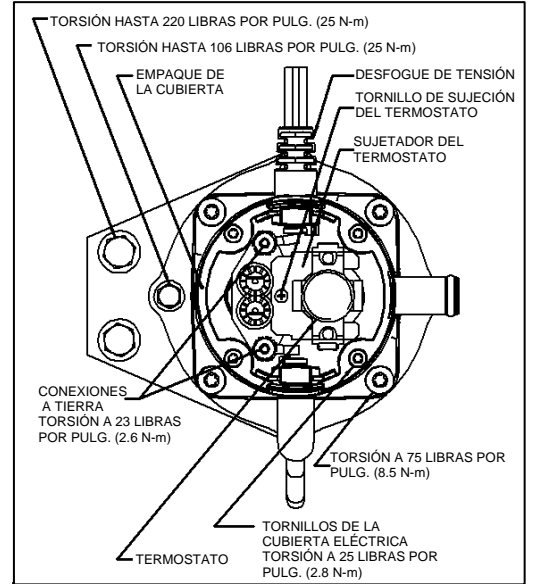

Figura 3
- Vuelva a apretar los tornillos a 75 libras por pulgada (8.5 N-m), usando un patrón diagonal. Véase la Figura 3.
Daño en el empaque de la cubierta: Asegúrese de que el empaque se encuentre alineado adecuadamente en la base antes de volver a instalar la cubierta. Véase la Figura 3.